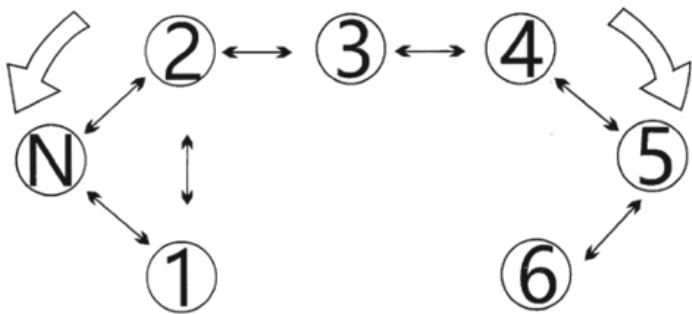

Рисунок 1. Схема переключения передач
Рычаг переключения передач находится на левой стороне двигателя. Мотоцикл имеет шесть передач (рисунок 1). Первая передача включается вниз, остальные наверх. Нейтральная передача находится между первой и второй передачами.
3. Нажмите на рычаг переключения передач вниз (рис. 1) в положение первой передачи.
5. Набрав скорость, верните ручку газа 5 (фото 2.7) в обратную сторону (закрыв дроссельную заслонку), выжмите рычаг сцепления 1 (фото 2.6) и переместите рычаг переключения передач вверх (рис. 1), в положение второй передачи. После включения передачи постепенно отпускайте рычаг сцепления 1 (фото 2.6) и прибавляйте обороты двигателя ручкой газа 5 (фото 2.7).